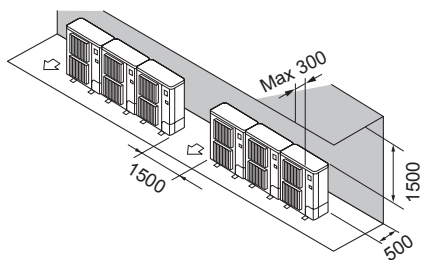

Fig. 2-13
- ② Takistused ainult taga ja üleval (Fig. 2-13)